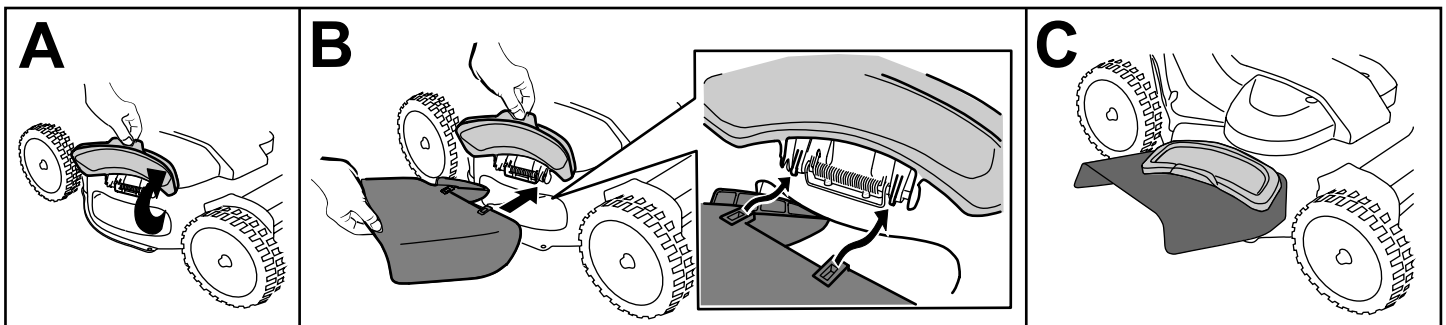

Figure 15
1. Soulevez et ouvrez le volet d'éjection latérale (A de Figure 15).
2. Montez la goulotte d'éjection latérale et fermez le volet sur la goulotte (B et C de Figure 15).